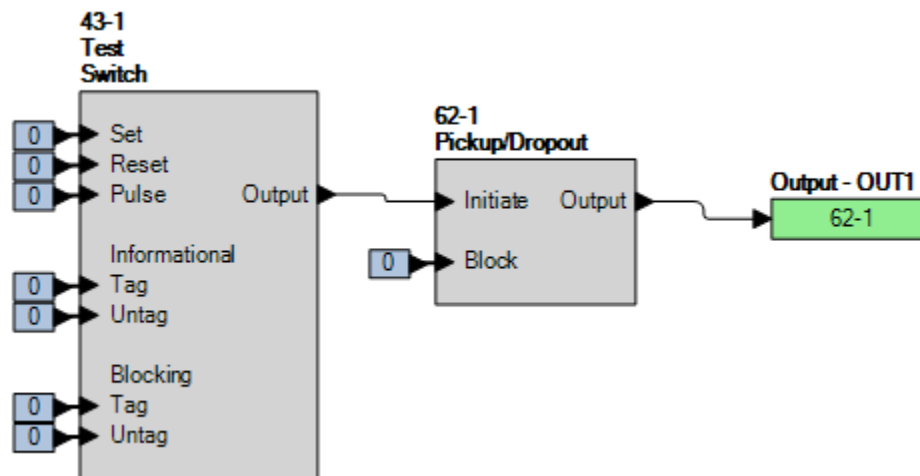

Figura 75-1. Ajustes de BESTlogicPlus
Paso 2: Utilice BESTCOMSPiPlus para configurar la Lógica programable de BESTlogicPlus, como se muestra en la Figura 75-1.
Paso 1: Utilice BESTCOMSPi.us para enviar los ajustes operativos en la Tabla 75-2 al BE1-11m. Conserve los ajustes de la lógica de la Figura 75-1.
Paso 1: Utilice BESTCOMSPi+ para enviar los ajustes operativos en la Tabla 75-3 al BE1-11m. Conserve los ajustes de la lógica de la Figura 75-1.
Paso 1: Utilice BESTCOMSP*Plus* para enviar los ajustes operativos en la Tabla 75-4 al BE1-11*m*. Conserve los ajustes de la lógica de la Figura 75-1.